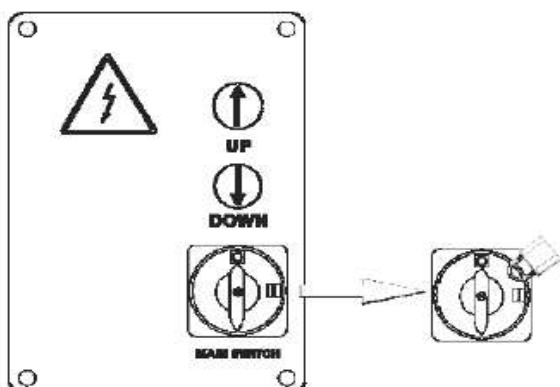

Рис. 55
- Ключ от замка должен храниться у персонала, производящего обслуживание на протяжении всего процесса работы. Рис. 55